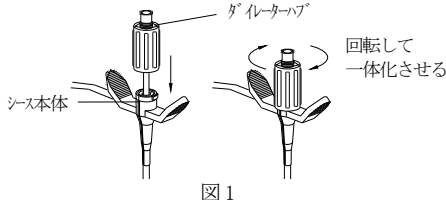

図1
6. シースにダイレーターを慎重に挿入し、ダイレーターハブを時計方向に回して締め込み、シース本体と一体化する(図1参照)。